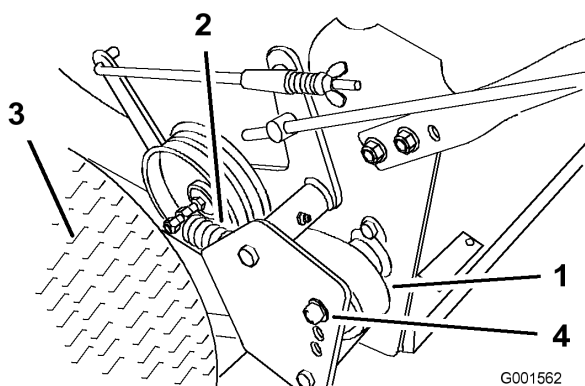

Figure 30
1. Enlevez la goupille fendue qui fixe la tige de frein au bras de frein pour détendre la poulie de tension de la courroie (Figure 30).
2. Enlevez les boulons inférieurs et desserrez les boulons supérieurs du déflecteur pour le faire pivoter et accéder à la courroie (Figure 30).
3. Soulevez la courroie et faites-la passer au-delà de la poulie de tension pour l'enlever de la poulie d'entraînement (Figure 30).
6. Fixez le déflecteur avec les boulons retirés précédemment, serrés au couple correct (Figure 30).
7. Fixez la tige de frein au bras de frein avec la goupille fendue (Figure 30).